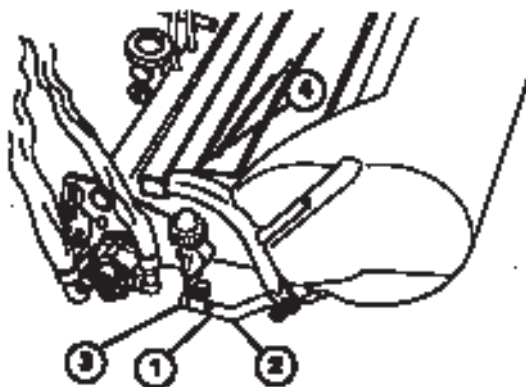

Figure 3
6. Montez les paniers sur les bâtis de traction, desserrez les contre-écrous des bras de traction et réglez les rotules pour obtenir un espace de 6 à 11 mm entre le bord du panier et les lames du cylindre (Fig. 3).
7. Alignez les boîtes des rotules de sorte que le côté ouvert soit centré vers la sphère. Serrez les contre-écrous pour fixer les boîtes en position (Fig. 3).